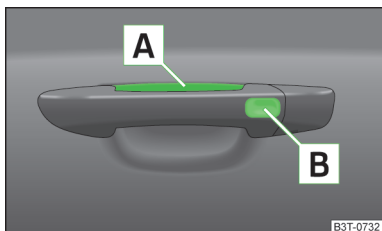

Fig. 34
**Capteurs dans la poignée de la portière avant » fig. 34**
➤ Saisir la poignée de la portière avant ou couvrir le capteur **A** » fig. 34 de toute la surface de la main » **!**
➤ Toucher le capteur **B** » fig. 34 avec les doigts.